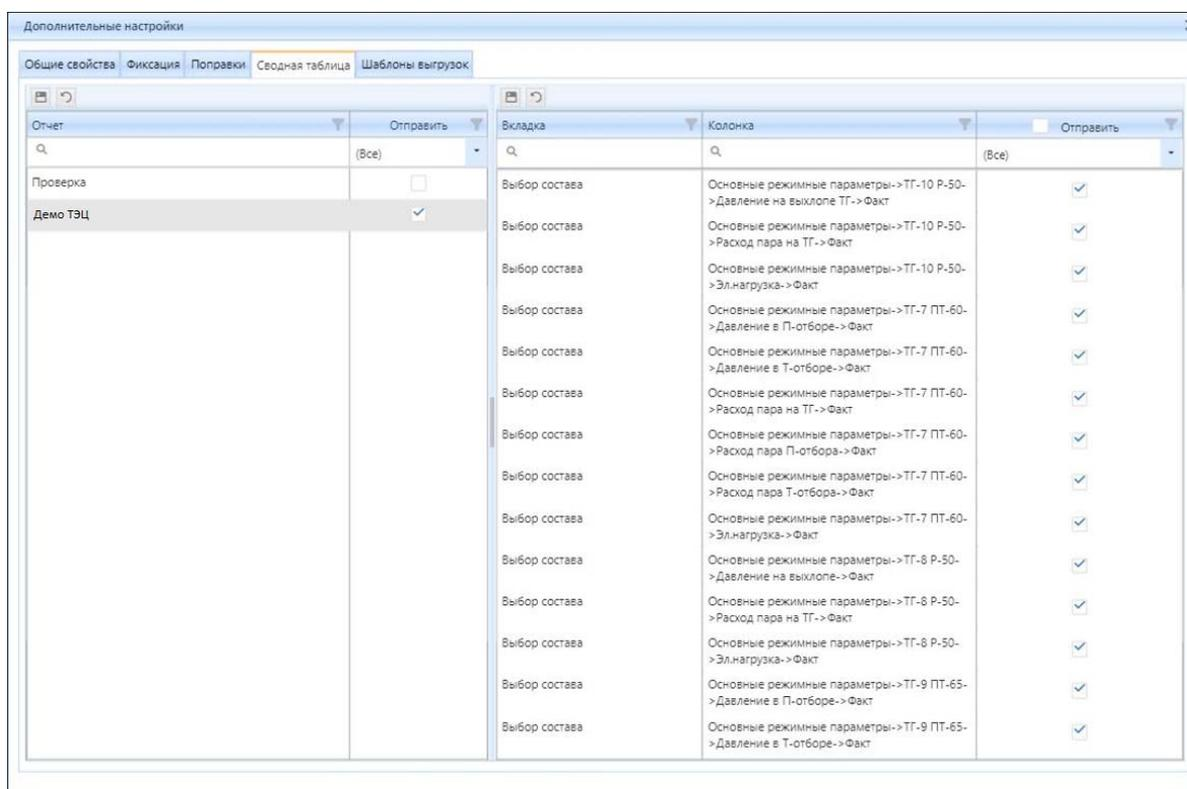

Рисунок 4.7.45 – Настройка сводной таблицы в пакетном режиме
4. перейти на вкладку «Сводная таблица» (рис. 4.7.45);